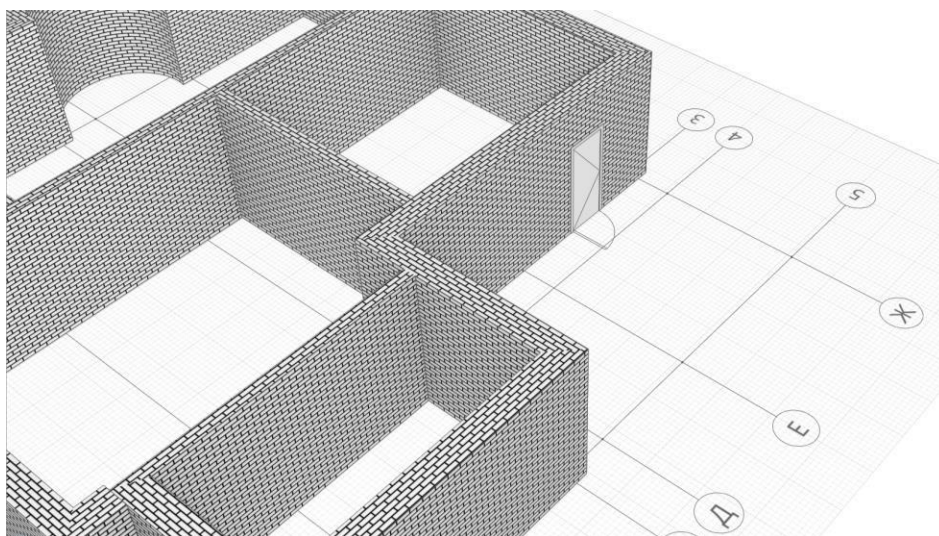

Рис. 1 Вставка дверей
2. Выберем инструмент **Дверь** . Здесь можно задать различные параметры, изменить форму проема, изменить свойства двери. Зададим высоту двери - **2100 мм**, ширину – **900 мм**. В списке **Стилей** двери выберем **Однопольная распашная (глухое)**, ориентация - **правая**. Марка – Д1. Вставим двери (рис. 1)